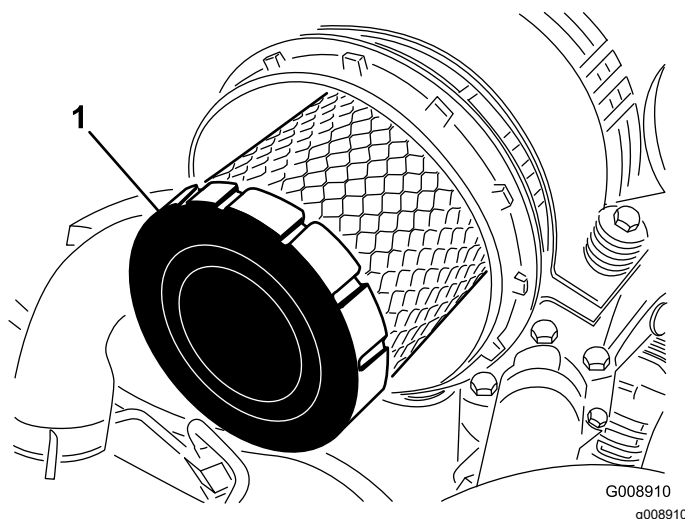

Figura 46
4. Togliete il filtro primario e sostituitelo (Figura 46).